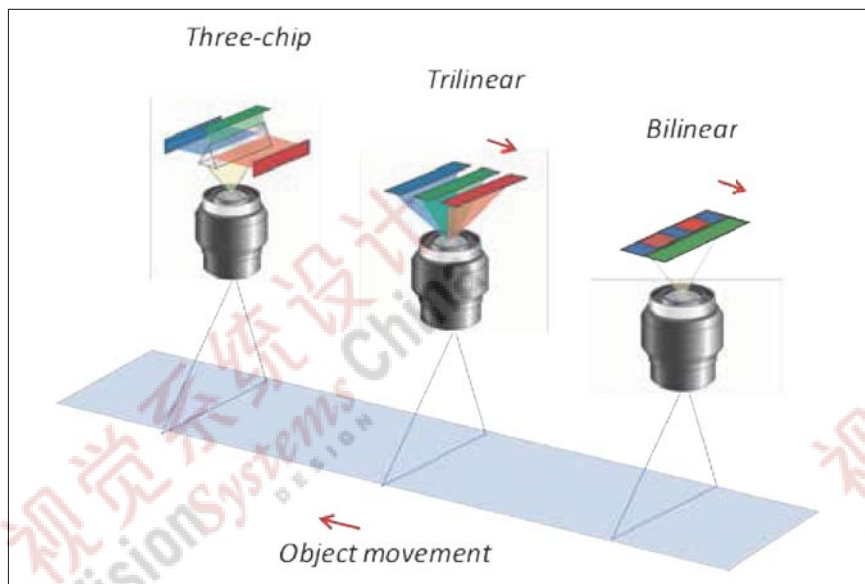

图1：线扫描彩色成像技术示意图：三芯片、三线及双线技术。三线技术采用空间校正重建全色彩图像。双线性技术的空间校正最小。
一次采集一条线，并连续采集多条线组合成一副二维图像。由于硅芯片传感器无法自行区分波长，因此必须在成像芯片采集到图像前，先将颜色，即红色 (R)、绿色 (G) 和蓝色 (B)，根据光谱进行分离。目前主要采用三大技术：三芯片、三线及双线技术（见图 1）。